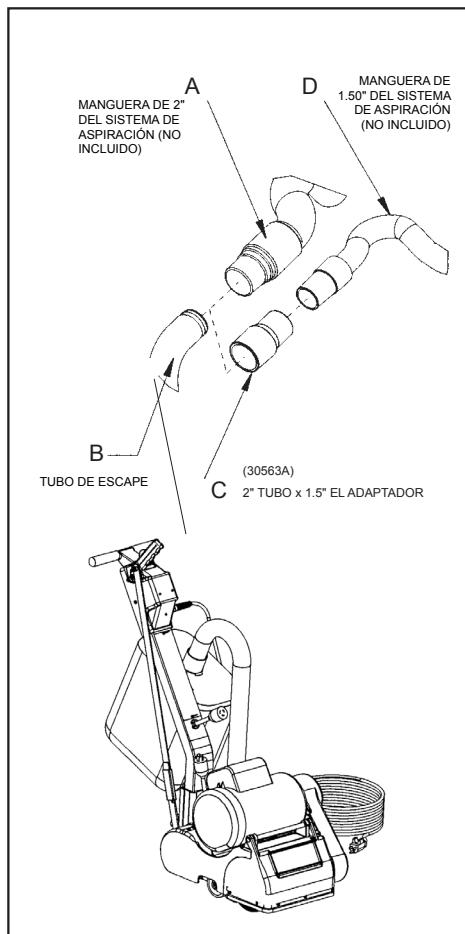

Figura 1
2. Inserte el extremo de manguera de 1 ½" (figura 1, D) en el adaptador (figura 1, C).